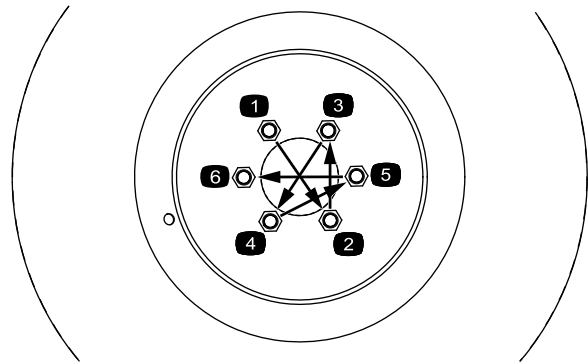

Figure 14
2. Reposez les roues avant au moyen des écrous de roue retirés précédemment. Serrez les écrous de roues en étoile à un couple de 94 à 122 Nm (Figure 14).